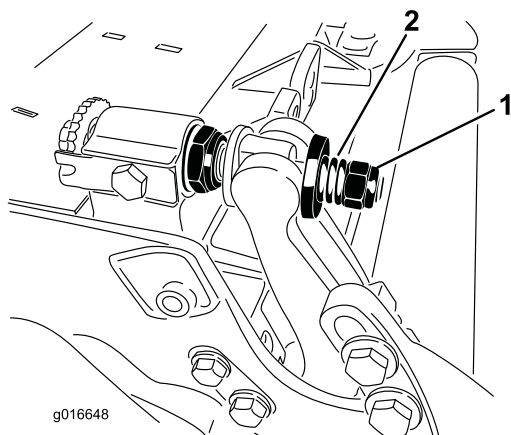

Bild 32
3. Ziehen Sie die Federspannungsmutter an, bis die Feder zusammengedrückt ist, drehen Sie sie dann eine 1/2 Umdrehung heraus (Bild 32).